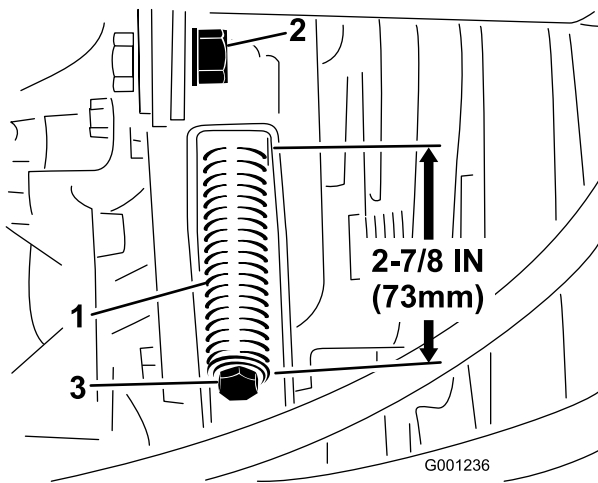

Figure 78
6. Montez la courroie de PDF neuve et tendez le ressort de poulie à 73 mm (Figure 78).
7. Serrez l'écrou de blocage (Figure 78) et fermez le capot.
3. Desserrez l'écrou de blocage de la tige de tension (Figure 78).
4. À l'aide d'une clé de 1/2 pouce, serrez ou desserrez le ressort de tension de la courroie (Figure 78) pour obtenir une longueur de 273 mm.
4. À l'aide d'une clé de 1/2 pouce, desserrez complètement le ressort de tension de la courroie (Figure 78).